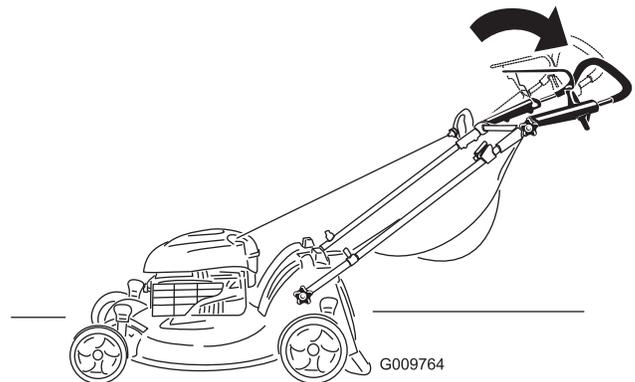

Figure 20
2. Placez la partie supérieure du guidon à la position voulue (Figure 20).